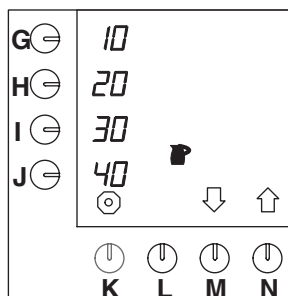

Fig. 37 Wijzigen voorgestelde keuzetoetsen voor kannen
- Druk op selectietoets (N.)↑ tot fig. 37 in het display verschijnt.